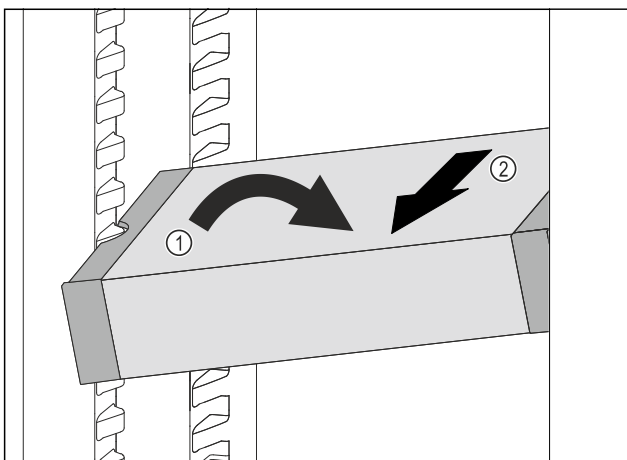

Fig. 102
- ▶ VarioSafe im Kühlteil schräg stellen. Fig. 102 (1)
- ▶ VarioSafe nach vorne entnehmen. Fig. 102 (2)